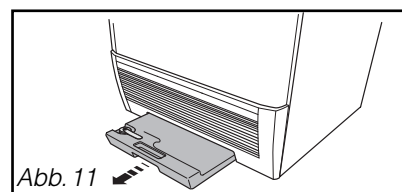

Abb. 11
- Zum Entleeren des Behälters ziehen Sie ihn aus seinem Sitz zu sich heraus (Abb. 11).